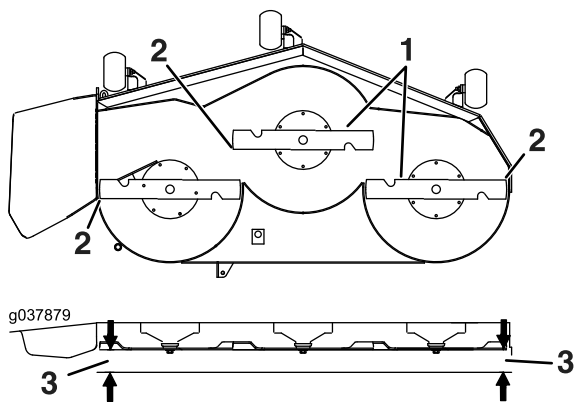

Figure 85
6. Mesurez la distance entre la pointe des lames et la surface plane (Figure 85). Si les deux mesures diffèrent de plus de 5 mm, réglez les lames, ajustez l'horizontalité des lames ; poursuivez cette procédure.
14. Tournez les lames avec précaution pour qu'elles soient parallèles dans le sens transversal (Figure 85).